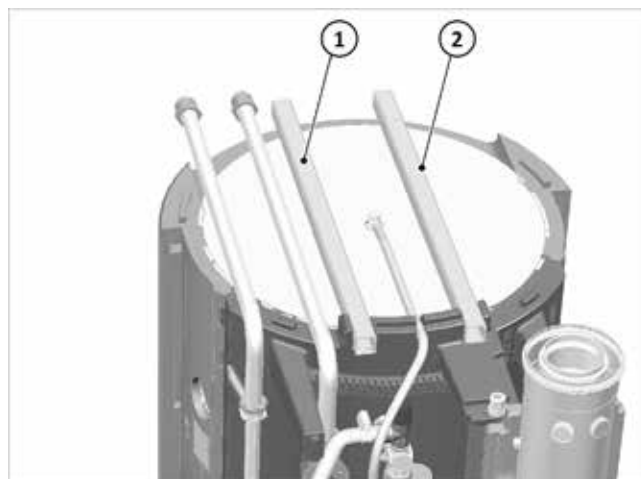

Fig. 12 : goulottes de câble
1. Acheminer la rallonge dans un tube de protection ou un chemin de câble adapté jusqu'à SolvisBen puis passer dans le couvercle à travers la goulotte de câble de droite (→ fig. 12 (2)) pour atteindre la face avant.